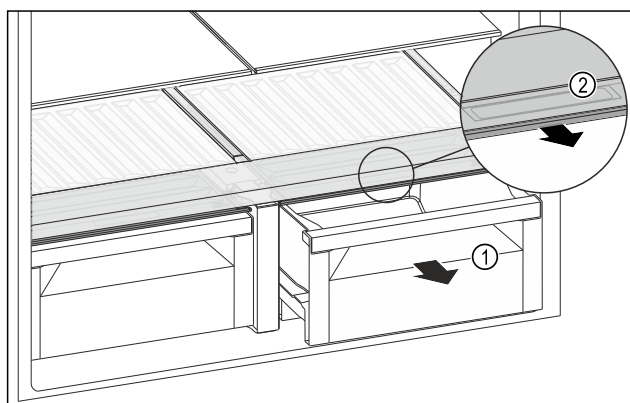

Fig. 155
- ▶ Izvucite ladicu Fig. 155 (1).
- ▶ Primite ručku Fig. 155 (2) na poklopcu pretinca i istodobno povucite poklopac pretinca prema naprijed.